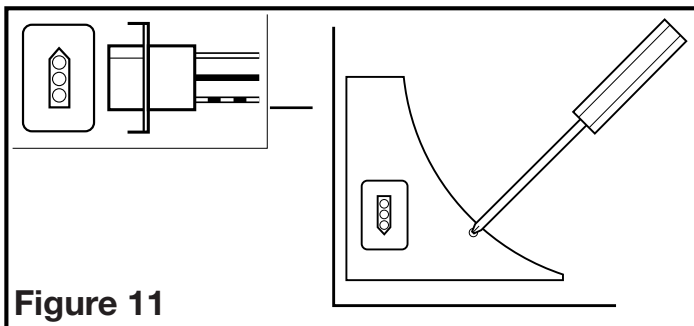

Figure 11
2. Réinstaller le couvercle du compartiment de câble du ventilateur en place. Faire tourner la roue de la soufflante à la main pour vous assurer qu'elle tourne librement. Brancher le cordon à raccordement rapide dans le réceptacle (**Figure 11**).